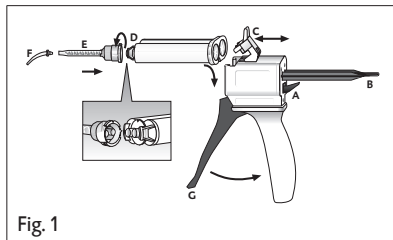

Fig. 1
1. Dźwignię [rys. 1, poz. A] z tyłu dozownika Automix-Dispenser podnieść w górę i całkowicie odciągnąć zasuwkę [rys. 1, poz. B].
2. Plastikową blokadę [rys. 1, poz. C] podnieść w górę. Włożyć wkład i unieruchomić go za pomocą blokady [rys. 1, poz. C].
1. Ściągnąć kapturek wkładu [rys. 1, poz. D] lub zużytą kaniulę mieszającą, obracając ją o 90° w kierunku przeciwnym do ruchu wskazówek zegara, a następnie wyrzucić.
2. Nałożyć nową kaniulę mieszającą [rys. 1, poz. E].
4. Nałożyć końcówkę wewnątrzustną Intraoral-Tip [rys. 1, poz. E].
- ▶ Zmieszać materiał w kaniuli mieszającej, naciskając dźwignię [rys. 1, poz. G] w dozowniku Automix-Dispenser i od razu nanieść go na wybrane miejsce.
2. Odchylić w górę plastikową blokadę [rys. 1, poz. C] i wyjąć wkład.